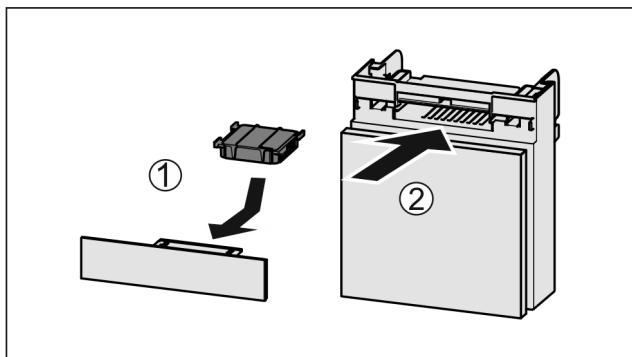

Fig. 148
- Вставити фільтр з активованого вугілля за малюнком Fig. 148 (1).
- Вставити відділення Fig. 148 (2).